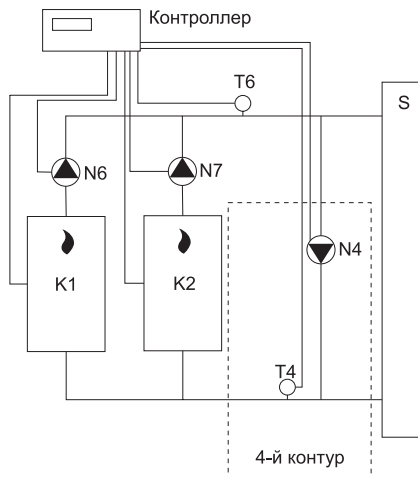

Рис.2.15. Схема подключения контура 4 для контроля за температурой обратной подачи воды.
- контуры можно использовать, с учетом требуемой специфики, и для других целей. К примеру, для защиты котлов от низкой температуры «обратки», можно использовать контур ГВС (если не задействован) или любой дискретно управляемый, как показано на Рис.2.15. Здесь показано подключение 4 контура. В настройках необходимо указать минимально допустимую температуру для «обратки», при которой будет включаться «4-й контур». Насос №4 необходимо подключить на вывод управления клапаном «к.4 №15». Вывод насоса 4-го контура (клемма №9) в этом случае не задействуется.